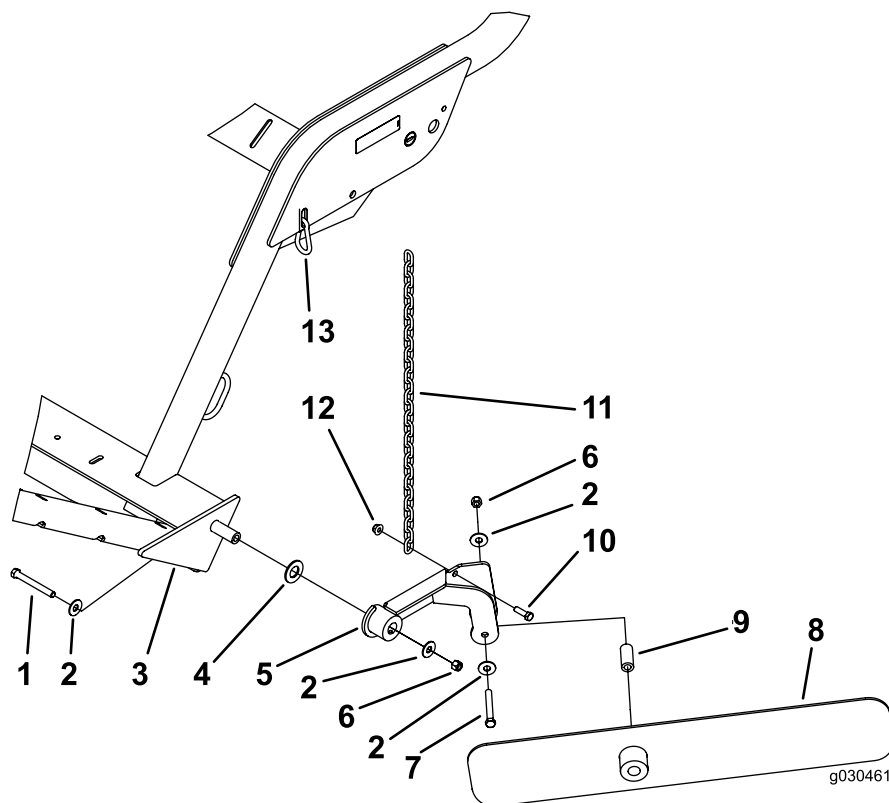

Bild 15
Hinweis: Positionieren Sie die Teile so, wie in Bild 15 abgebildet.
2. Befestigen Sie das Windrow-Messer mit einer Schraube (7/16" x 3-1/4"), zwei Flachscheiben, einem Distanzstück und einer Sicherungsmutter (7/16") an der Befestigung. Montieren Sie die Teile so, wie in Bild 15 abgebildet.
3. Befestigen Sie die Kette mit einer Schraube (3/8" x 1/4") und einer Bundmutter (3/8") an der Messerbefestigung (Bild 15).
4. Befestigen Sie das andere Ende der Kette am Schlitz im Rahmen mit dem Karabinerhaken (Bild 15).